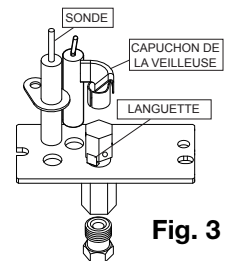

Fig. 3
- 7. Desserrer le capuchon de la veilleuse jusqu'à ce que la languette glisse facilement (**Fig. 3**). Glissez-le languette aux combustion désiré. **NOTE: Le languette est est marqué avec NG ou P.** Resserrer le capuchon pilote à la position originale.